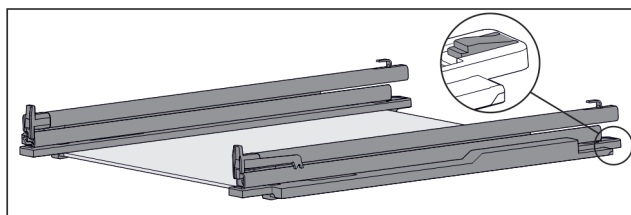

Fig. 155 Skleněná deska s kolejničkami a přídržnými díly
- ▶ Přídržný díl vzadu stlačte dolů (viz Fig. 155) a současně zasuňte kolejničku dozadu.